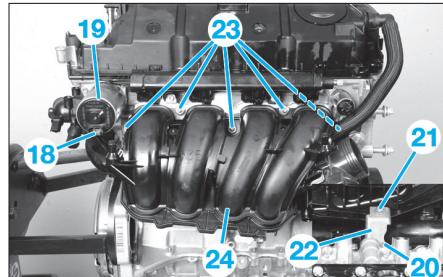

Fig. 68
- Débrancher le connecteur (18) (Fig.68).
- l'actionneur (19),
- les vis (20) et (21),